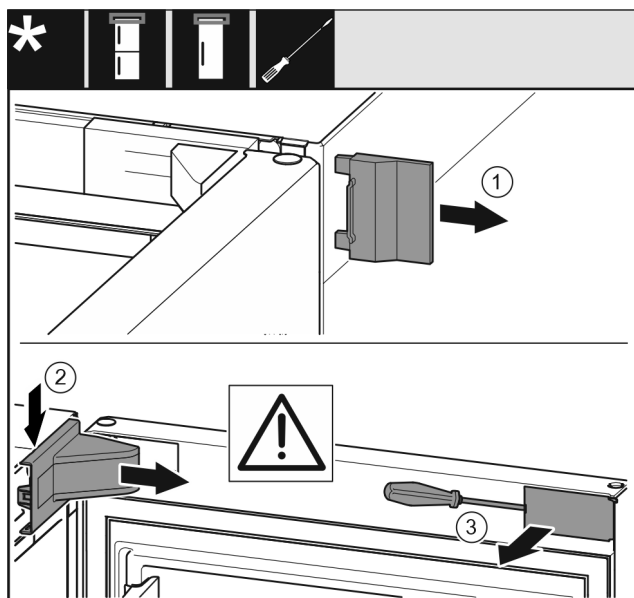

Fig. 12 *
- Zdjąć zewnętrzną osłonę Fig. 12 (1)*
- Wyczepić i zdjąć osłonę płytki zawiasu Fig. 12 (2)*
- Wyczepić zaślepkę Fig. 12 (3) śrubokrętem i odchylić w bok.*